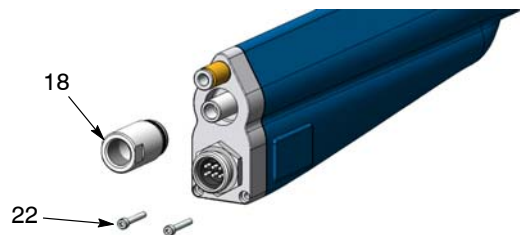

Figura 23 Extracción de tornillos del disipador de calor y la contratuerca
5. Ver la figura 23. Retirar los dos tornillos (22) con una llave hexagonal macho de 2,5 mm, y a continuación desenroscar la contratuerca (18).
6. Ver la figura 23. Roscar la contratuerca (18) en el tubo de polvo y apretarla bien. No sobreapretarla porque podrían dañarse las roscas de plástico en el tubo de polvo.
7. Instalar los dos tornillos hexagonales (22) en el dissipador de calor y apretarlos bien.